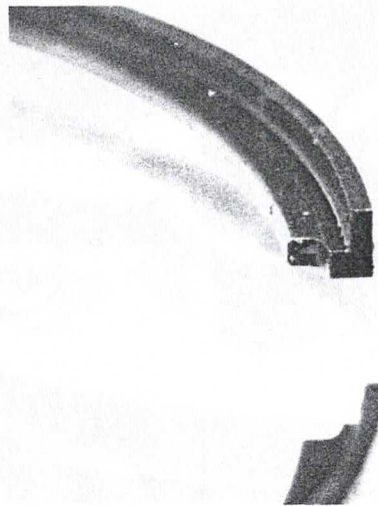
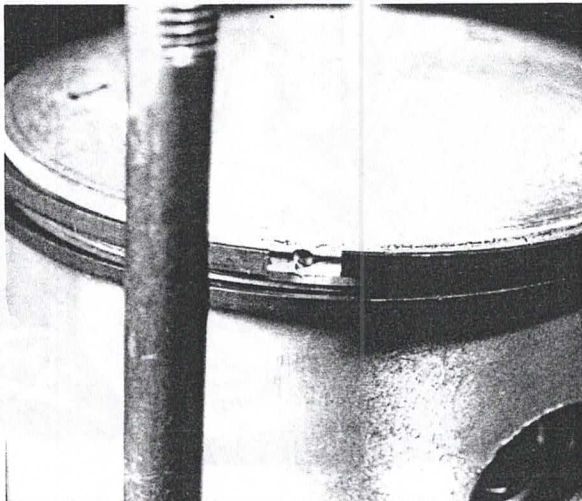

Bild 89
Bild 90
- Die Kolbenringe sind sogenannte L-Ringe (Bild 89). Der breitere Ring ist der obere. Die Ringe müssen mit dem Ringstoss über der Ringsicherung und mit der dünneren Ringseite nach oben in die Ringnuten eingesetzt werden, wie Bild 90 zeigt.